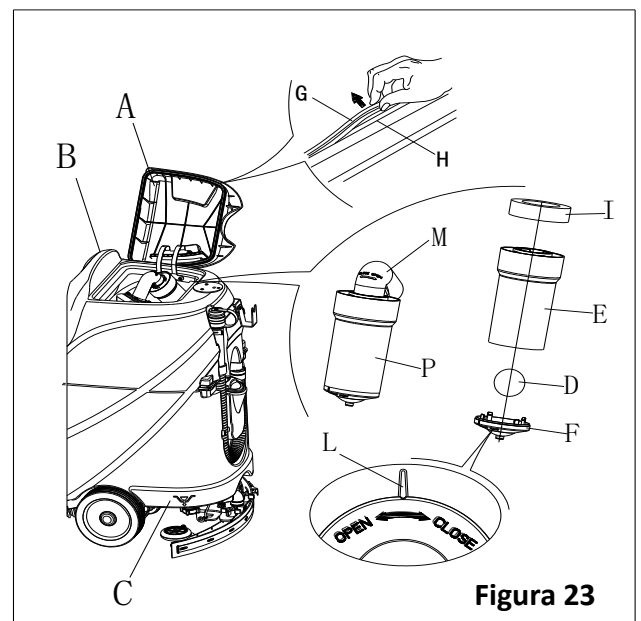

Figura 23
2. Asegúrese que la máquina está apagada y la llave de ignición (40) ha sido retirada.
3. Gire la tapa del tanque de recuperación (A, Figura 23) a la posición de 90 grados, donde se puede despegar del tanque, y luego desmonte el filtro de flotador de bola (P) del tanque.
4. Limpie la tapa del tanque de recuperación (A), tanque de recuperación (B), el tanque de agua limpia (C) y el marco de soporte de filtro del flotador (E). Vacíe el tanque de recuperación usando la manguera de vaciado (15).
5. Si es necesario, siga los símbolos "ABIERTO" y "CERRADO", como se muestra en la Figura 23 para abrir la tapa inferior (F) del filtro del flotador de bola y luego limpiar la bola del flotador (D), el marco de soporte del filtro (E) y la esponja de filtro (I). Después de la limpieza, fijar la bola del flotador (D) en el marco de soporte del filtro (E) y luego alinee la ranura de marca (L) de la tapa inferior (F) del filtro del flotador con la ranura de marca (L) del marco de soporte del filtro del flotador (E). Enrosque la tapa inferior del filtro flotador de bola apretándola bien, y fijar la esponja del filtro (I) en el marco de soporte del filtro del flotador (E). Por último, conecte la manguera de aspiración de agua sucia (M).
**La tira de sellado del tanque (G) sirve para producir el vacío dentro del tanque cuando funciona el motor de aspiración. El tanque debe ser sellado para poder absorber eficazmente el agua del suelo hasta el depósito de recuperación.**
7. Compruebe si la superficie de contacto de la tira de sellado (G) de sellado es íntegra y el sellado es suficiente. Si es necesario, saque la tira de sellado del tanque a través de la ranura (H) y reemplácela. Aplique una nueva tira de sellado como se muestra en la Figura 23, la junta debe estar de vuelta en la zona media.
8. Cierre la tapa del tanque de recuperación (A).